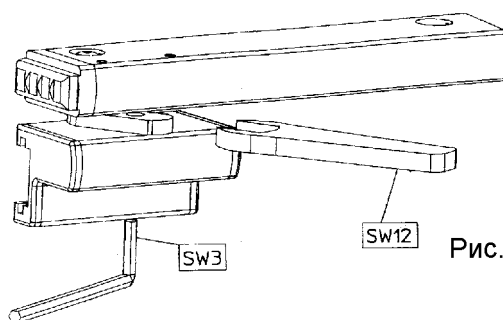

Рис.17
2. Регулировка прижатия створки. Закрывать фрамугу и с помощью ключа SW12 (12мм) отрегулировать плотность прижатия створки. Затянуть крепежный винт на кронштейне на створке Рис.17.